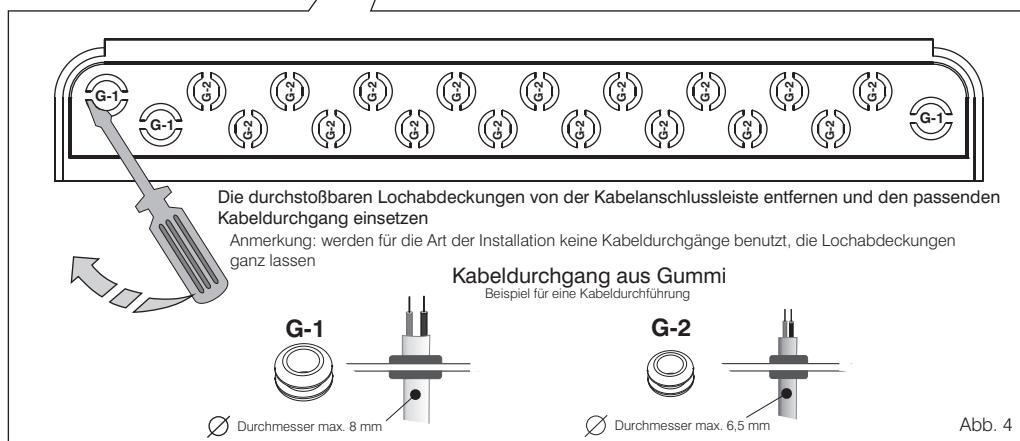

Abb. 4
- Die Kabelanschlussleiste **B** herausnehmen und die Lochabdeckungen aus Kunststoff mit Hilfe eines geeigneten Werkzeuges entfernen (Abb. 4).